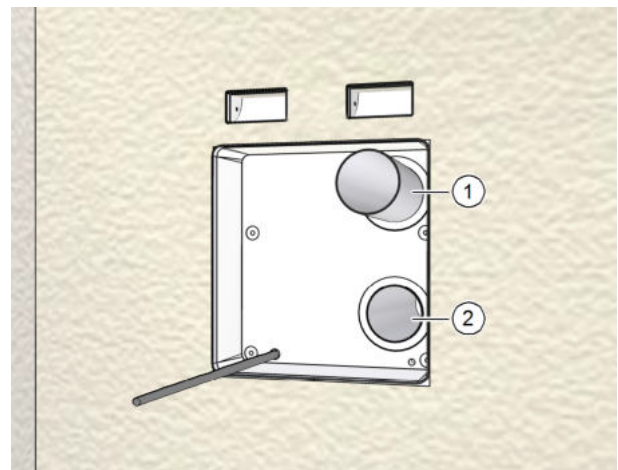

Abb. 28: Lüftungsrohre ablängen
- ▶ Schieben Sie beide Lüftungsrohre (Pos. 1 in Abb. 28) soweit in die Öffnungen des Mauerkastens ein, dass sie bündig abschließen (Pos. 2 in Abb. 28).